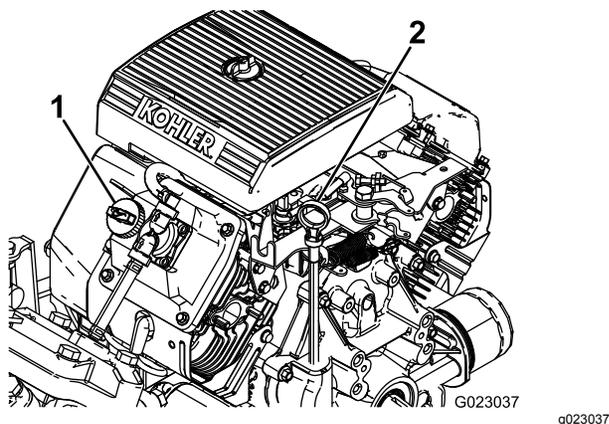

Рисунок 11
2. Выньте масломерный щуп и протрите его чистой ветошью (Рисунок 11).
4. Если уровень масла низкий, снимите крышку заливной горловины с крышки клапана (Рисунок 11) и залейте масло в отверстие до отметки FULL (Полный) на щупе; см. правильный тип и вязкость масла в Замена